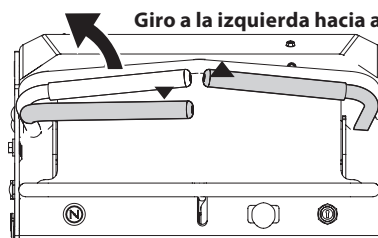

Fig. 11
1. Para girar a la derecha, mueva la palanca de control del lado derecho hacia atrás respecto de la palanca izquierda (Fig. 11).
2. Para girar a la izquierda, mueva la palanca de control del lado izquierdo hacia atrás respecto de la palanca derecha (Fig. 11).